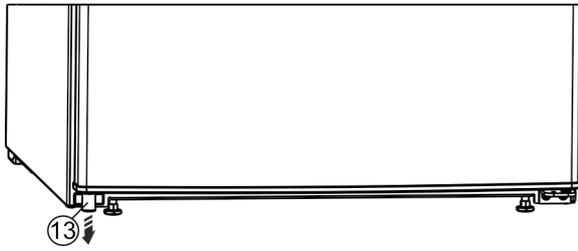

Fig. 13 *
- ▶ Unten links das Distanzteil Fig. 13 (13) aus der Tür herausnehmen.*